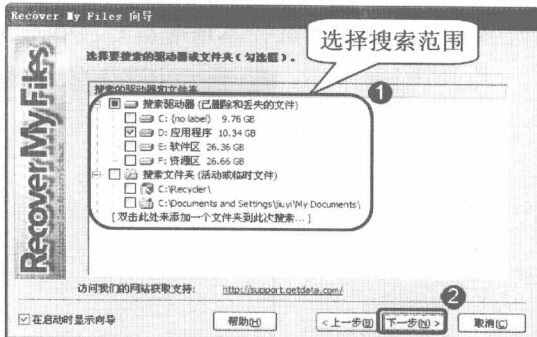

图 11-5 选择搜索范围
步骤③ 在弹出的如图 11-5 所示的对话框中，根据需要选择搜索范围。